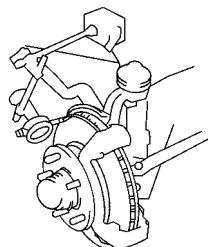

图 15-82 测量转子盘的径向圆跳动
(3) 测量转子盘的径向圆跳动。测量从转子盘外缘起的 10mm 内的径向圆跳动。如图 15-82 所示。